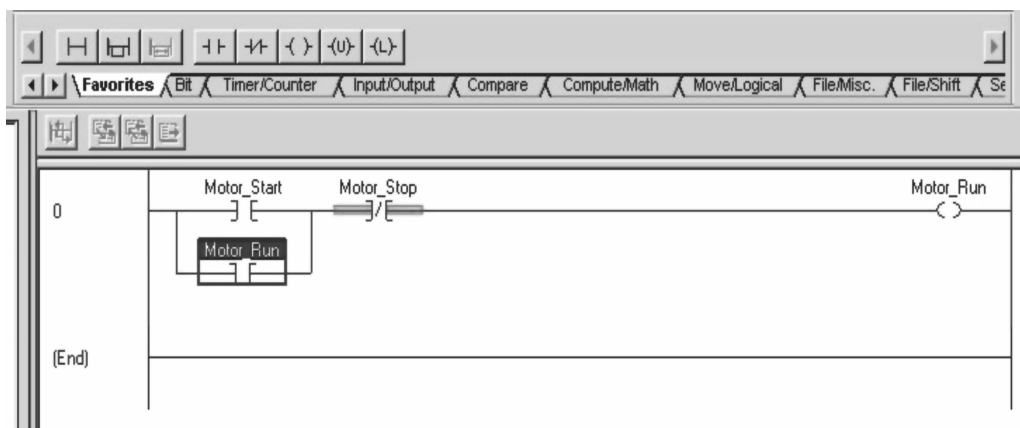

图 1-31 结束编辑后的程序梯级图
14. 单击“(结束)”((End))梯级。现在这些“e”已消失。当单击鼠标取消编辑模式时, RSLogix 5000 软件将自动验证每个梯级。这使得编程更加容易。现在显示的梯级应与图 1-31 相同。